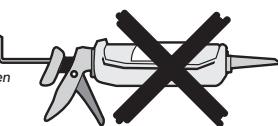
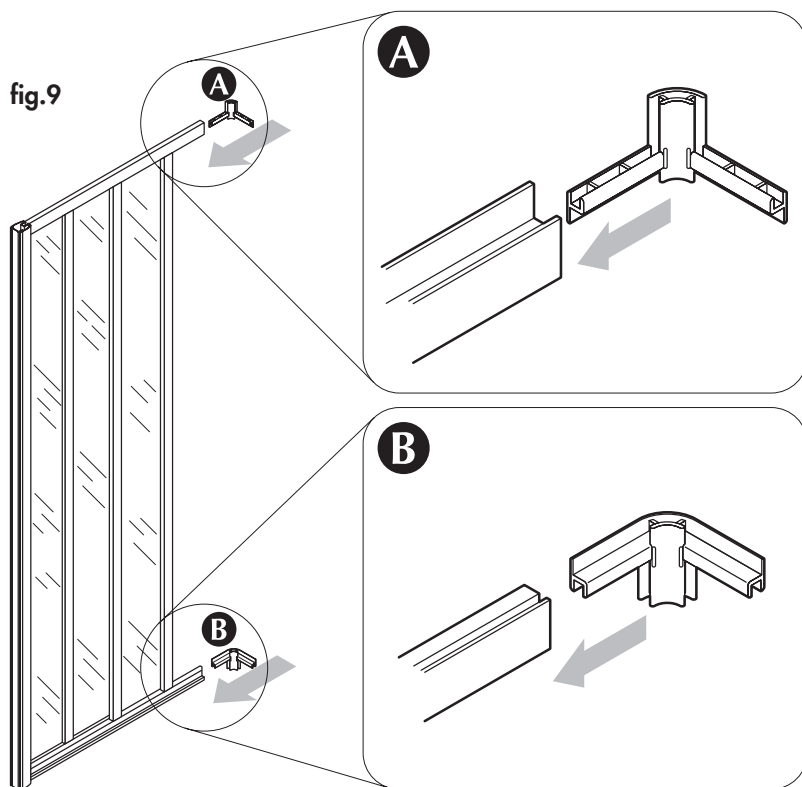
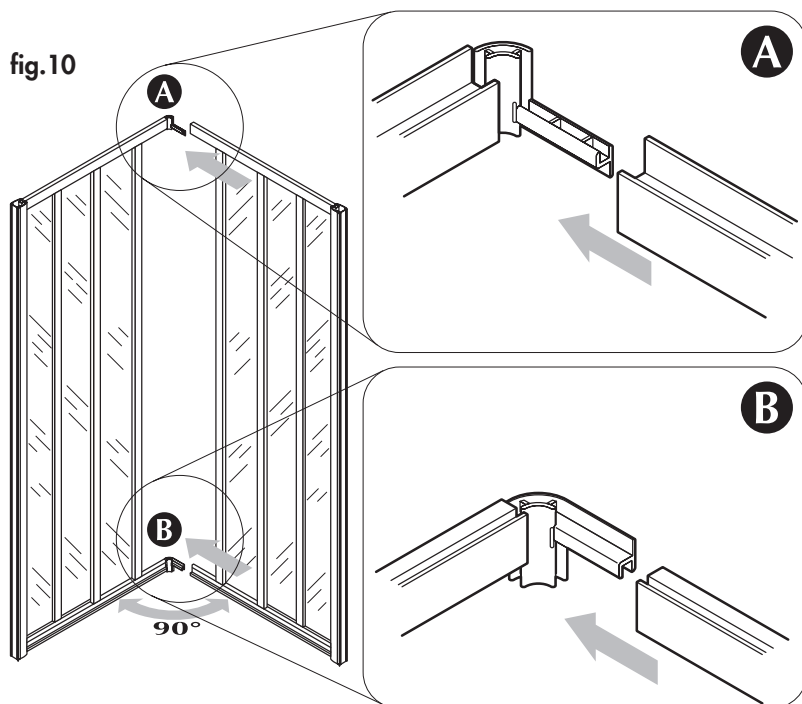

fig.9
fig.10
fig.11a
I Estrarre il box dal suo imballo e posizionarsi su un pavimento piano. Inserire i due angolari, (A) superiore (B) inferiore, su uno dei due lati (fig.9) e bloccarli con le viti in dotazione. Avvicinare il secondo lato inserendo gli angolari nelle sedi previste e bloccare con le viti (fig.10). Inserire le coperture di finitura sui due angolari in plastica (fig.11a e fig.11b).
F Extraire la paroi de son emballage et la positionner sur un sol horizontal. Appliquer les deux pièces, (A) supérieure (B) inférieure, sur l'un des deux côtés (fig.9) en les bloquant à l'aide des vis fournies. Rapprocher le second côté en mettant les pièces dans les logements prévus, puis bloquer à l'aide des vis (fig.10). Mettre les protections de finition sur les deux pièces d'angle (fig.11a et fig.11b).
UK Remove the enclosure from its packaging and stand it on a flat floor. Fit the top and bottom corner joints (A and B) to one of the two side sections (fig.9) and secure them in place with the screws provided. Fit the second side section to the corner joints and secure with the screws provided (fig.10). Fit the two plastic trim covers to the corner joints (fig.11a and fig.11b).
D Die Duschabtrennung aus der Verpackung nehmen und auf ebenem Untergrund abstellen. Das obere (A) und untere (B) Winkelstück auf einer der beiden Seiten anbringen (Abb.9) und mit den mitgelieferten Schrauben befestigen. Die zweite Seite annähern, die Winkelstücke anbringen und mit den Schrauben befestigen (Abb.10). Die Abdeckungen auf die beiden Plastikwinkelstücke aufsetzen (Abb.11a und Abb.11b). Beim Bewegen der zuvor zusammengebauten Duschbox die Plastikwinkelstücke nicht beanspruchen, da sie brechen könnten.
NL Haal de cabine uit de verpakking en werk op een vlakke ondergrond (vloer). Breng de twee verbindingshoeken, (A) boven en (B) onder, aan op één van de twee delen (afb.9). Schuif het tweede deel ook over de verbindingshoeken en zet ze vast met de bijgeleverde schroeven (afb.10). Breng de afdekkapjes aan op de twee verbindingshoeken (afb.11a en afb.11b).
E Extraer las puertas de la cabina de su embalaje y situarse sobre un pavimento plano. Introducir los dos elementos angulares, (A) superior (B) inferior, en uno de los dos lados (fig.9) y bloquearlos con los tornillos suministrados con el equipo. Acercar el segundo lado introduciendo los angulares en los alojamientos previstos y bloquear con los tornillos (fig.10). Introducir las coberturas de acabado sobre los dos angulares de plástico (fig.11a y fig.11b).